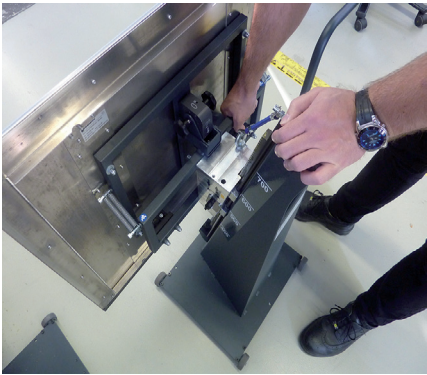

Fig. 8: Ergonomiczna regulacja wysokości
2. Ustawić pokrętkę zwalniającą blokadę pionową do góry (przekręcić w prawo), patrz także rys. 8.